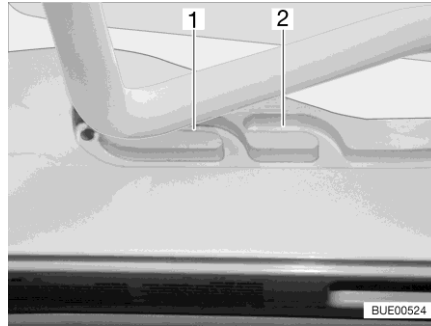
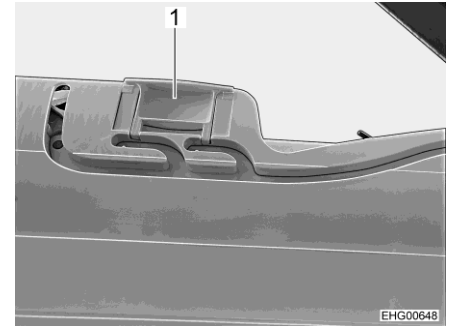

Bild 23 Führung (Lüftungsstellung)
Bild 24 Verriegelung (Lüftungsstellung)
Die Heki-Dachhaube kann in zwei Lüftungsstellungen gebracht werden: Schlechtwetterstellung (Bild 23,1) und Mittelstellung (Bild 23,2). Je nach Modell kann die Dachhaube in der Mittelstellung mit den beiden Riegeln (Bild 24,1) links und rechts am Rahmen der Dachhaube verriegelt werden.
- Den Bügel leicht nach oben drücken und in die gewählte Führung (Bild 23,1 oder 2) schieben und ggf. verriegeln.